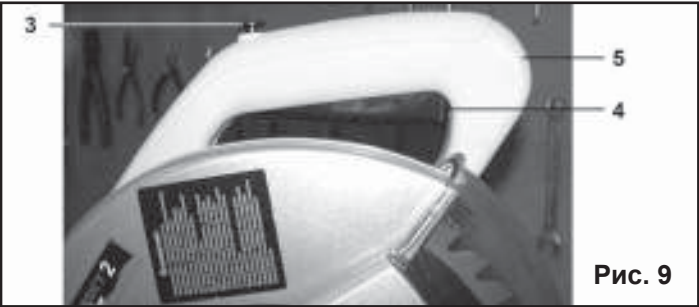

Рис. 9
10.1. Действие выключателя (Рис. 9)